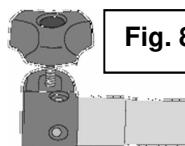

Fig. 8
- 1 Maak de gehechtheidsklem los en glijd het over het eind van hogere handvatschacht (Fig. 8).
- 5 Zorg ervoor de knoop in het plaatsende gat gesloten is. Haal de gehechtheidsklem (zie fig. 8.) over aan